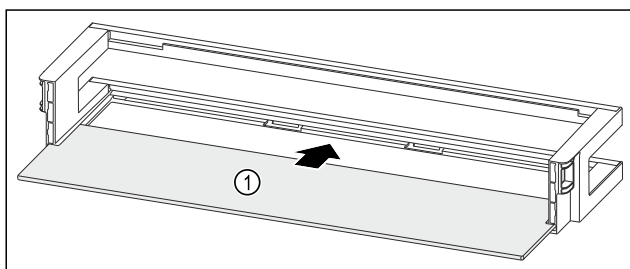

Fig. 99 Dørhylde med hylde
- ▶ Skub hylden Fig. 99 (1) ind i udsparringerne i siden.